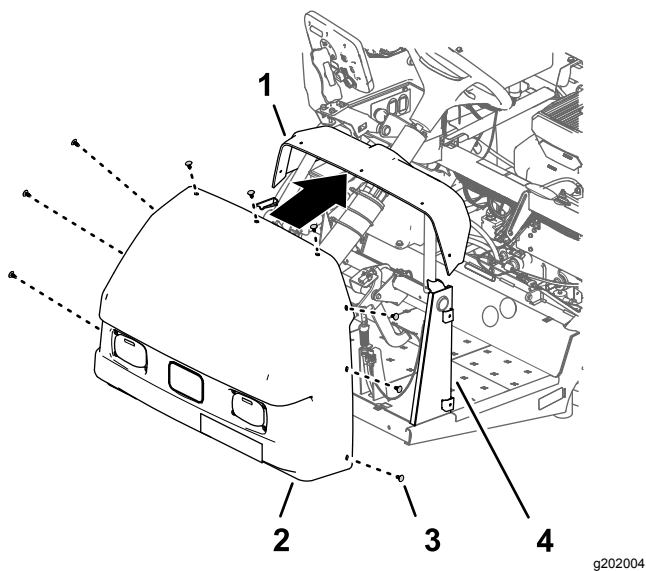

Figure 216
- Alignez les trous dans le capot et les trous dans la planche de bord et le cadre de la machine (Figure 216).
- Fixez le capot à la plaque de bord et au cadre avec 9 fixations à pression (Figure 216).